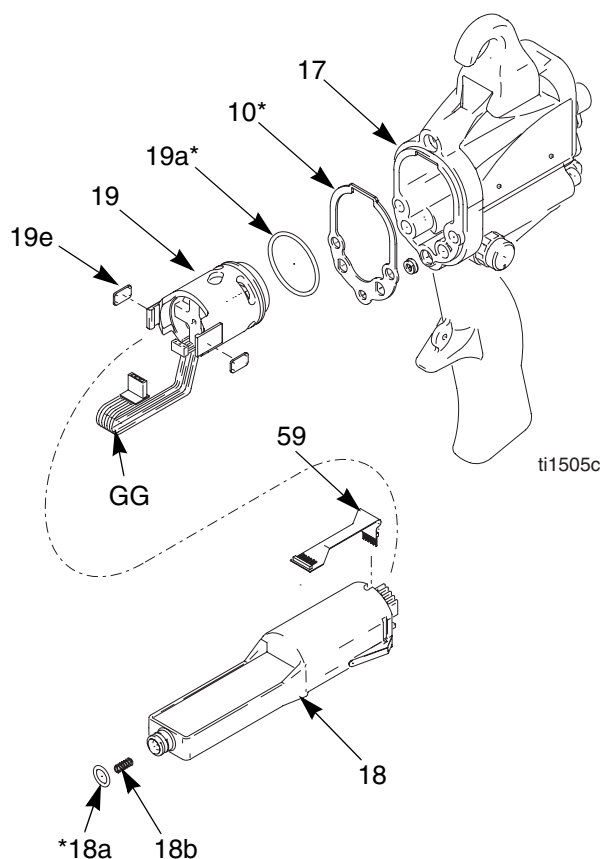

Fig. 17 Fuente de alimentación
- Sujete la fuente de alimentación (18) con la mano. Con un suave movimiento de vaivén, teniendo cuidado de no dañarla, extraiga el conjunto de fuente de alimentación/alternador de la empuñadura de la pistola (17), tirando de ella hacia fuera. *Sólo en los modelos Smart*, desconecte el circuito flexible (59) del enchufe de la parte superior de la empuñadura (17). Vea la Fig. 17.
- Desconecte el conector de 3 hilos (GG) de la fuente de alimentación. Deslice hacia arriba el alternador y sáquelo de la fuente de alimentación. Inspeccione ésta y el alternador en busca de daños. *Sólo en los modelos Smart*, desconecte el circuito flexible de 6 patillas (59) de la fuente de alimentación.